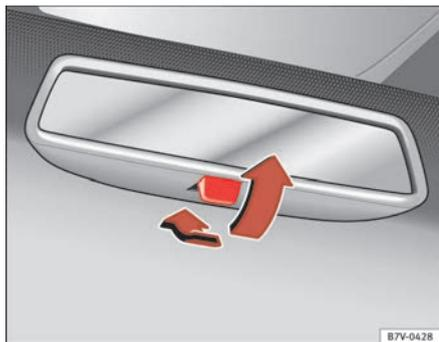

Abb. 78 Manuell abblendbarer Innenspiegel.
- Zum Abblenden Hebel nach hinten ziehen ⇒ **Abb. 78**.